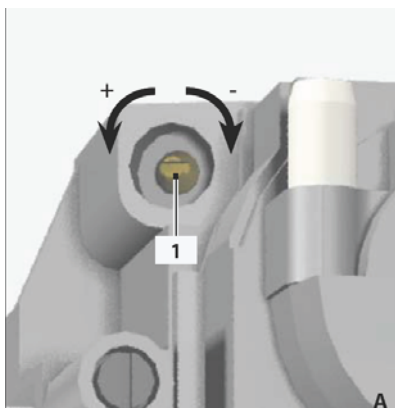

fig. 27
- agendo sulla vite di regolazione (rif.1 - fig. 27) portare i valori della CO₂ a quelli indicati;